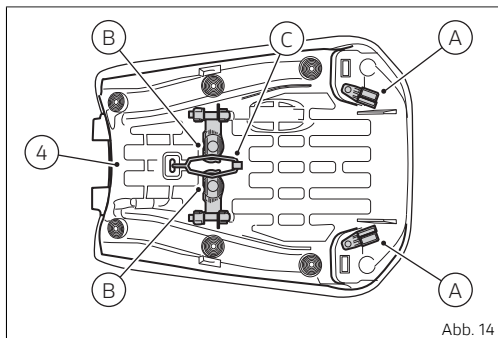

Abb. 14
Die hinteren Zähne (A) und die mittleren Gummielemente (B) wie auf (Abb. 14 S.45) abgebildet ausrichten und dabei kontrollieren, dass die Gummielemente (B) von Spanngummi (C) in ihrer Position gehalten werden.
Die hinteren Zähne (A) ausrichten und die mittleren Gummielemente (B) von Spanngummi (C) lösen, sie dazu wie auf der (Abb. 14 S.45) dargestellt nach außen drehen und so den nicht verwendeten Spanngummi (C) festklemmen. Die Fahrersitzbank (4) am Fahrzeug anordnen und dabei darauf achten, dass sie korrekt in den oberen Teil der Führungen (5) eingefügt wird.